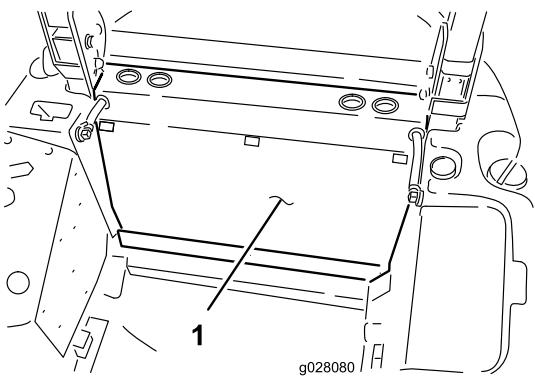

Figure 3
4. Débloquez les 3 attaches à ouverture rapide qui fixent le panneau arrière sur le cadre et déposez le panneau arrière (Figure 3).